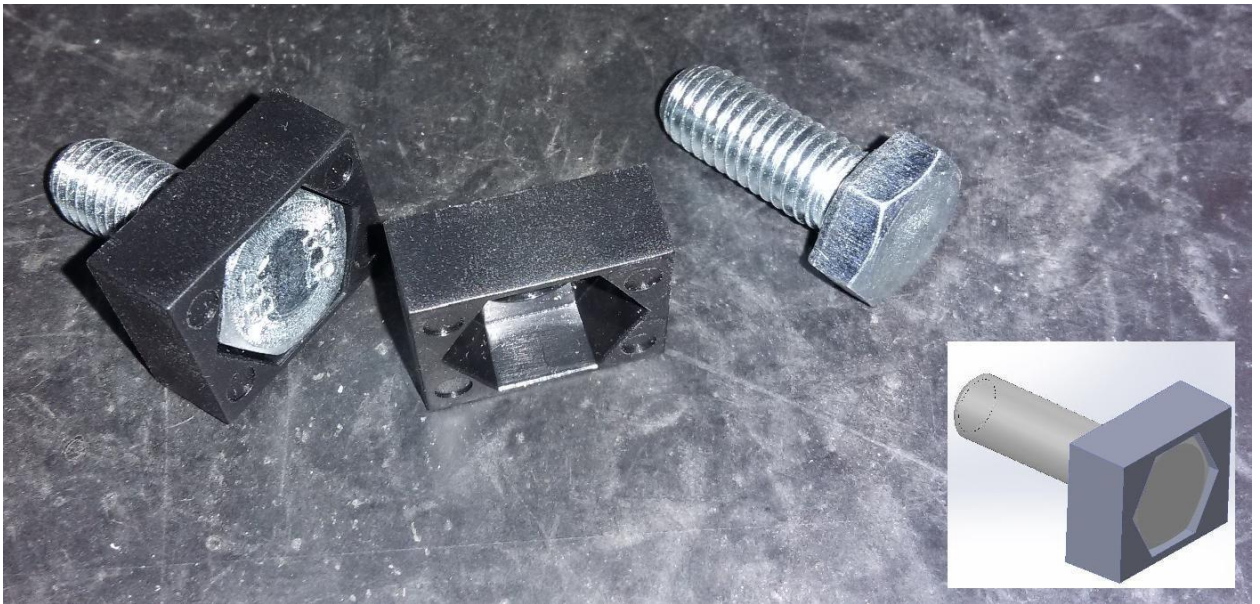

Рис. 2. Пластиковая вставка с болтом
3. В пазы профиля закрепите пластиковые вставки (рис.2, 2а) с болтами М8х20 для последующего крепления косынок 6 (рис.1) и, при необходимости, кронштейнов захватов 5 (рис.1). Пластиковые вставки исключают прокрутку болтов при монтаже элементов изделия на профиль.
Рис. 2а. Пластиковые вставки с болтами в пазах профиля